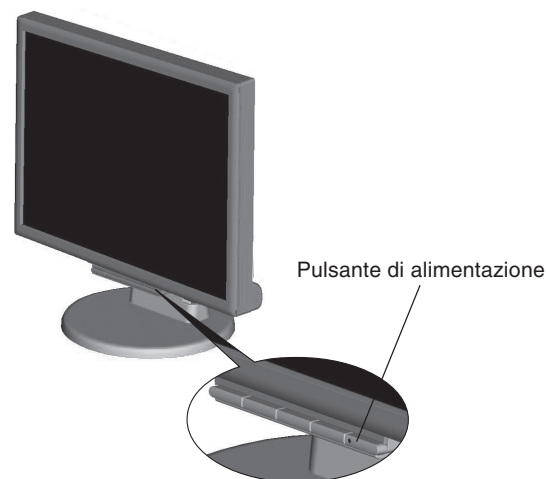

Figura C.1
- Accendere il monitor con il pulsante di alimentazione frontale e il computer (**Figura C.1**).